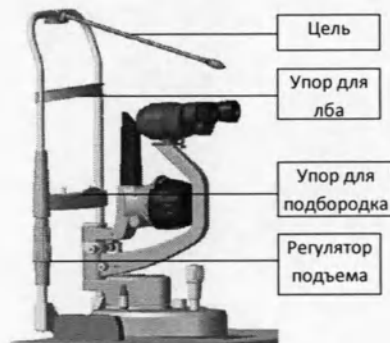

Рис. 3.2.1
18. Проверьте работу лампочки фиксации взгляда. Убедитесь что её яркость достаточна (Рис. 3.2.1).
Поместите подбородок пациента на упор для подбородка, а лоб – напротив упора для лба. Отрегулируйте упор для подбородка так, чтобы глаз пациента находился на уровне горизонтальной метки на подбороднике (Рис. 3.2.1).
**Внимание:** Не используйте коррозионные детергенты, т.к. это приведет к повреждению очищаемых поверхностей (Рис. 3.2.1).